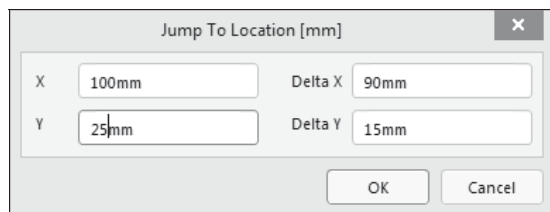

Рис. 3.12. Ввод координат курсора
3. «Горячими» клавишами <J> и <O> (**Jump Origin** — прыжок в начало координат) или <J> и <L> (**Jump Location** — прыжок в заданную точку) установите начальную точку контура в начало координат или в точку с заданными координатами. Во втором случае программа предложит диалоговое окно с полями для ввода координат  $X$  и  $Y$  с клавиатуры (рис. 3.12).
6. Клавишами <J>+<L> снова откройте окно, показанное на рис. 3.12, и назначьте координату  $X$  следующей точки, после чего клавишей <Tab> или указав курсором перейдите в поле назначения координаты  $Y$  и ввести значение  $Y$ . Клавишей <Enter> или щелчком на кнопке **OK** зафиксируйте координаты положения курсора и, соответственно, положение начала или конца сегмента линии контура.